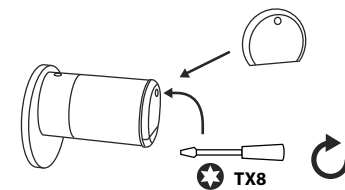

Fig. 3
- ③ Insérez deux nouvelles piles. Veillez à respecter la polarité correcte selon le plan (Fig. 3).